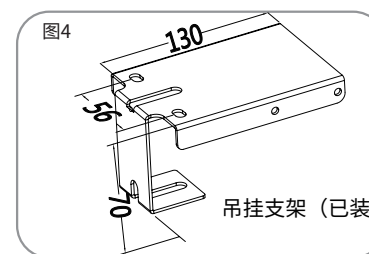

图4
- III. 当 $C=121\text{mm}$ 时, 选用银幕已预装好的吊挂支架, 如图4。